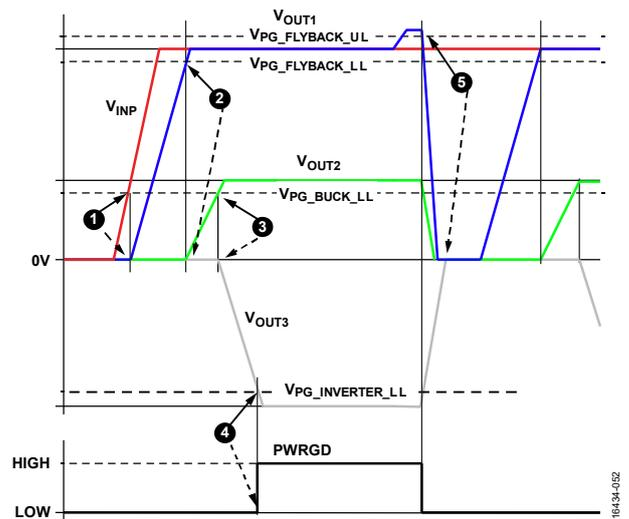

図 66. パワーアップ・シーケンスと PWRGD
パワーアップ・シーケンスは次のとおりです（図 66 を参照）。
1. フライバック・レギュレータが最初にパワーアップします（図 66 の 1 を参照）。
2.  $V_{OUT1}$  が低い方のパワーグッド閾値 ( $V_{PG\_FLYBACK\_LL}$ ) より高くなると、降圧レギュレータがオンになります（図 66 の 2 を参照）。
3. 降圧レギュレータの出力 ( $V_{OUT2}$ ) が低い方のパワーグッド閾値 ( $V_{PG\_BUCK\_LL}$ ) より高くなると、反転レギュレータがオンになります（図 66 の 3 を参照）。
4. 反転レギュレータの出力 ( $V_{OUT3}$ ) がパワーグッド閾値  $V_{PG\_INVERTER\_LL}$  より低くなると、PWRGD がハイになります（図 66 の 4 を参照）。
5. 3つのアナログ電源のいずれかがパワーグッド閾値の範囲を外れると、短いデグリッチ遅延の後に PWRGD はローになります（図 66 の 5 を参照）。